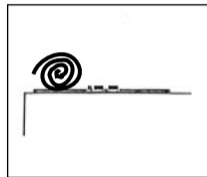

Fig. 7: Spesso materiale per tappeti per assorbire il suono
- smorzare il rumore con l'aiuto di materiale spesso per tappeti inserito tra microfono e fonte sonora disturbante (vedi fig. 7).